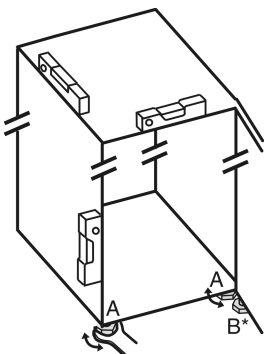

Fig. 5
- ▶ Nóżki Fig. 5 (A) wykręcić przy pomocy dołączonego klucza płaskiego oraz wyrównać przy pomocy poziomicy, aż urządzenie będzie ustawione stabilnie i równo.
- ▶ Nóżkę Fig. 5 (B) wykręcić z dolnej płytki zawiasu przy pomocy dołączonego klucza płaskiego, aż będzie przylegać do podłoża.
- ▶ Nóżkę Fig. 5 (B) obrócić o 90°.